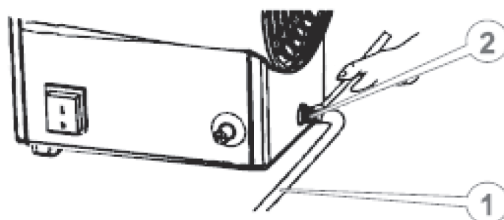

Рисунок 2. Схема під'єднання газового рукава до виробу.
3. Перевірити цілісність газового рукава (1, рис. 2) із комплекту виробу. Приєднати один кінець газового рукава до вхідного штуцера (2, рис. 2) виробу і затягнути гайковим ключем.